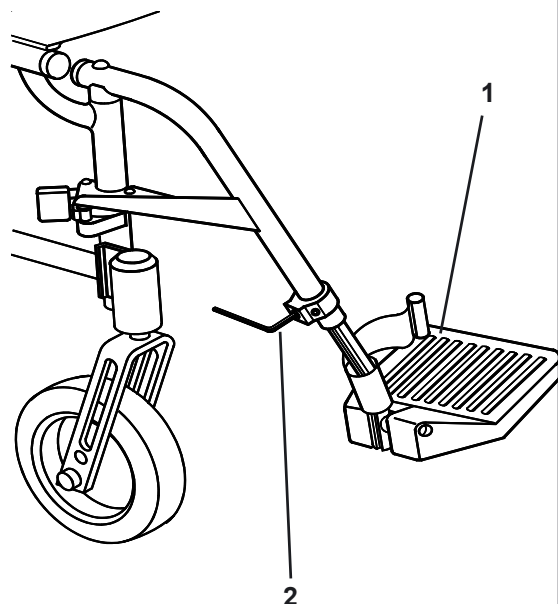

Fig. 29
Pour régler la hauteur de la palette (1), desserrer la vis (2) en utilisant une clef Allen de 4 mm placée comme indiqué (Fig. 29), régler la hauteur de la palette à la position requise. Serrer jusqu'à 5-8Nm.